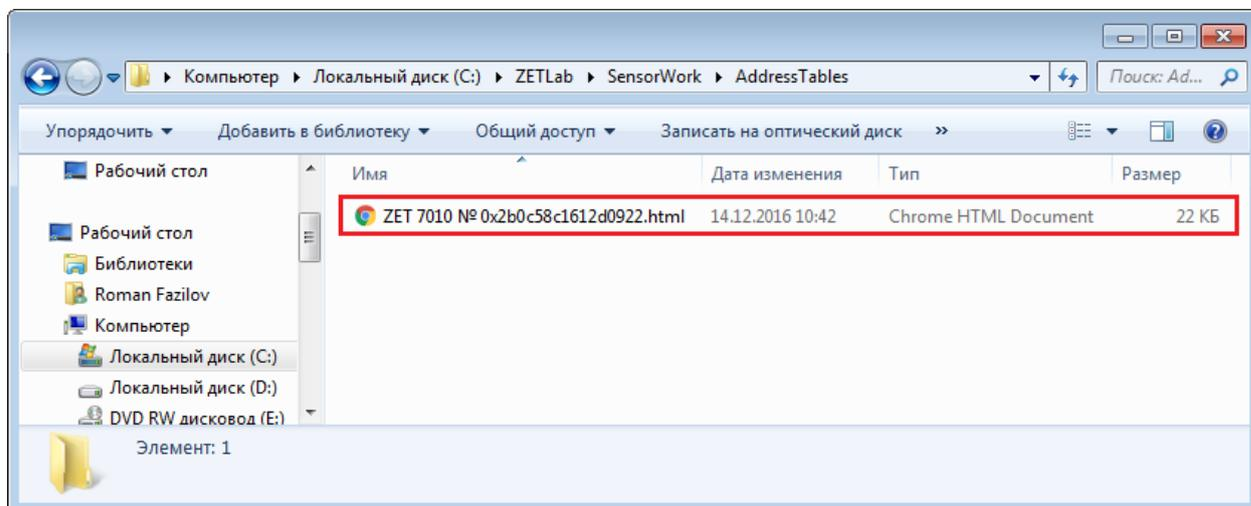

Рис.9.2 Файл созданный командой «Сгенерировать таблицу адресов»
2. После выполнения команды «Сгенерировать таблицу адресов» откроется папка, расположенная по директории: `C:\ZETLab\SensorWork\AddressTables`, в которой для данного устройства будет создан файл с расширением имени «.html» (Рис.9.2).